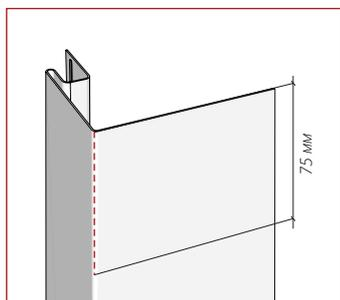
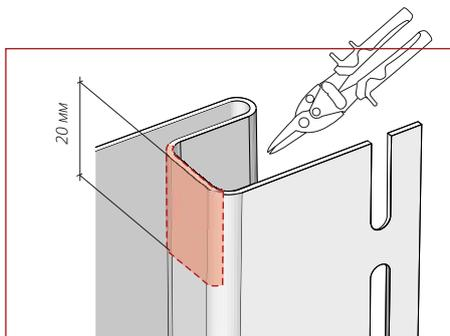
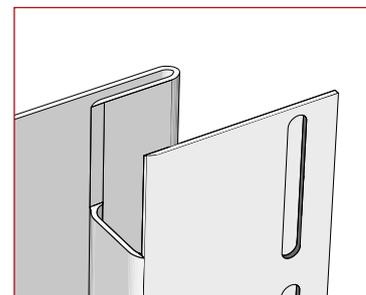

Рисунок 57
Рисунок 59
Рисунок 60
- 15.13** Сделайте разметку с последующим подрезом согласно рис. 57, рез должен проходить по середине загиба. Далее отмерьте и подрежьте широкую часть околооконной планки согласно рис. 58, произведите вырез паза околооконной планки согласно рис. 59. Готовый результат на рис. 60.